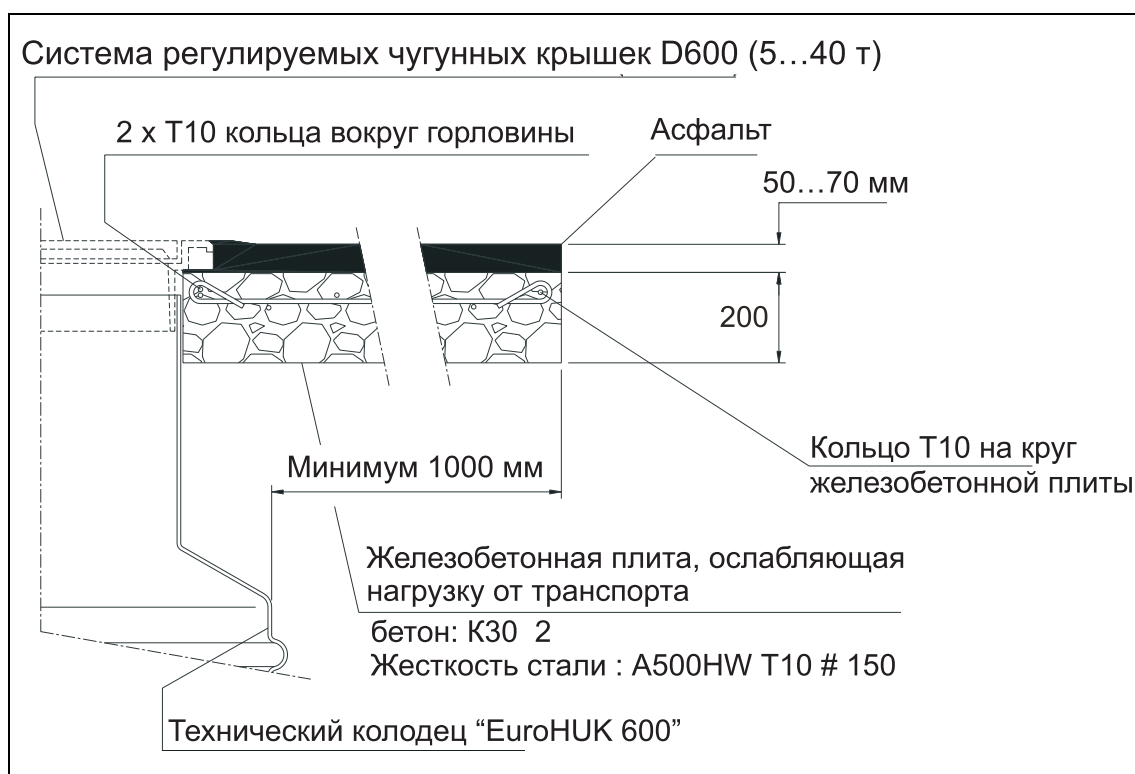

Рис.4. Строение нагрузочной плиты
16. Если бензомаслоотделитель находится на территории автостоянки или на проезжей части дороги, предназначенной для транспортных средств средней и большой тяжести, необходима дополнительная монтажная плита из железобетона и асфальта. См. рис. 4, а также инструкцию по подземной установке, находящуюся на корпусе отделителя.